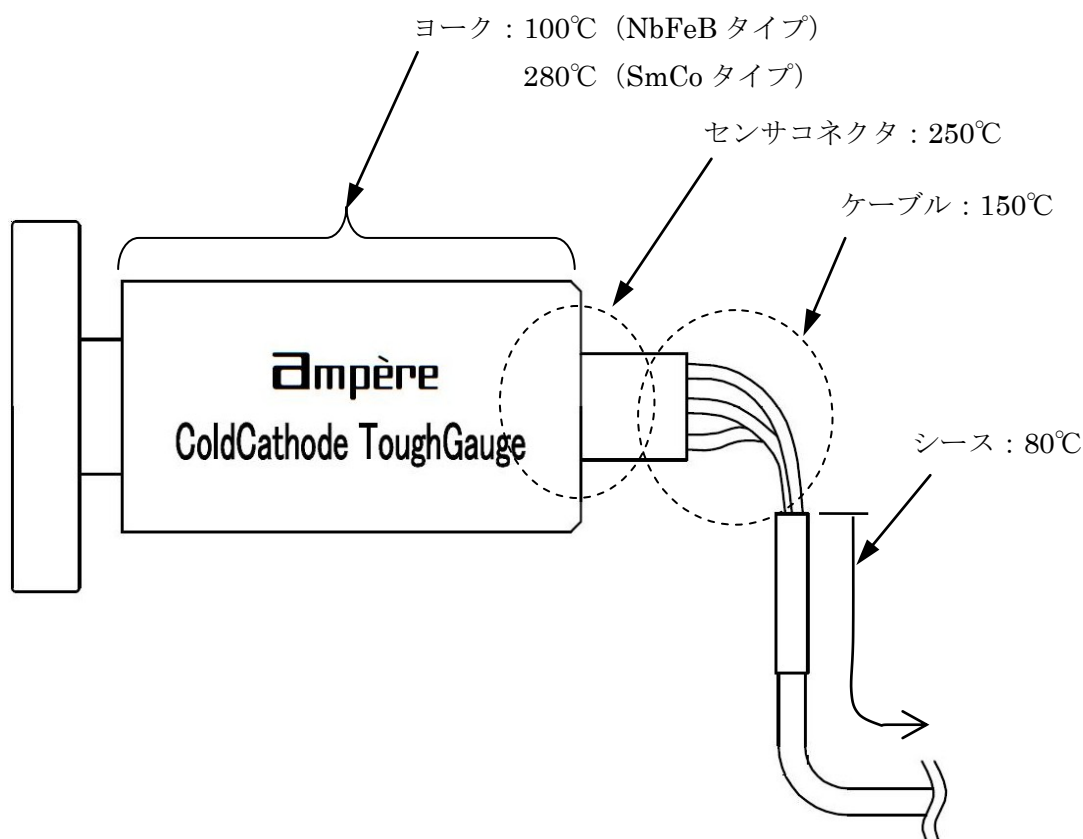

図 30 各部の耐熱温度
なお、センサケーブル及びヨークを取り付けたままベーキングを行う場合には、「図 30 各部の耐熱温度」の温度を超えないように注意して行ってください。
- (2) 変更したい設定項目を選択したら、“◀” キー（図 3－⑨）または “▶” キー（図 3－⑩）を押して変更したい設定値を選択します。選択している設定項目は左側に “→” 印が表示され、選択した設定値の文字が反転表示します。（「図 30 設定値選択」参照）